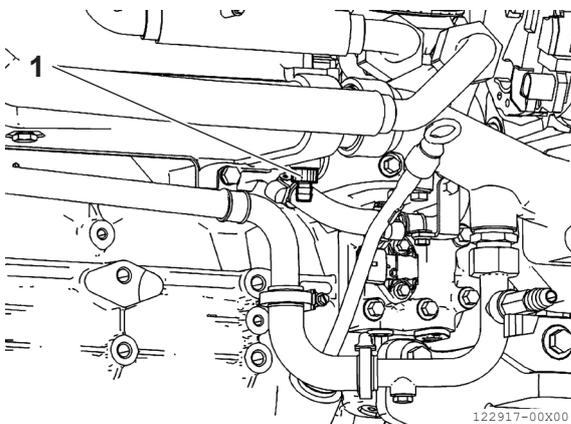

Abbildung 11
4. Öffnen Sie den Ablasshahn (**Abbildung 11, [1]**).